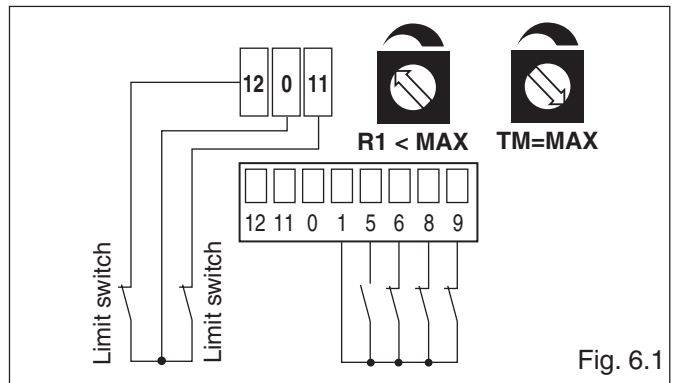

Fig. 6.1
- (Fig. 6.1) relier les contacts N.F. des fins de course d'ouverture et de fermeture aux connecteurs faston 12-0-11;